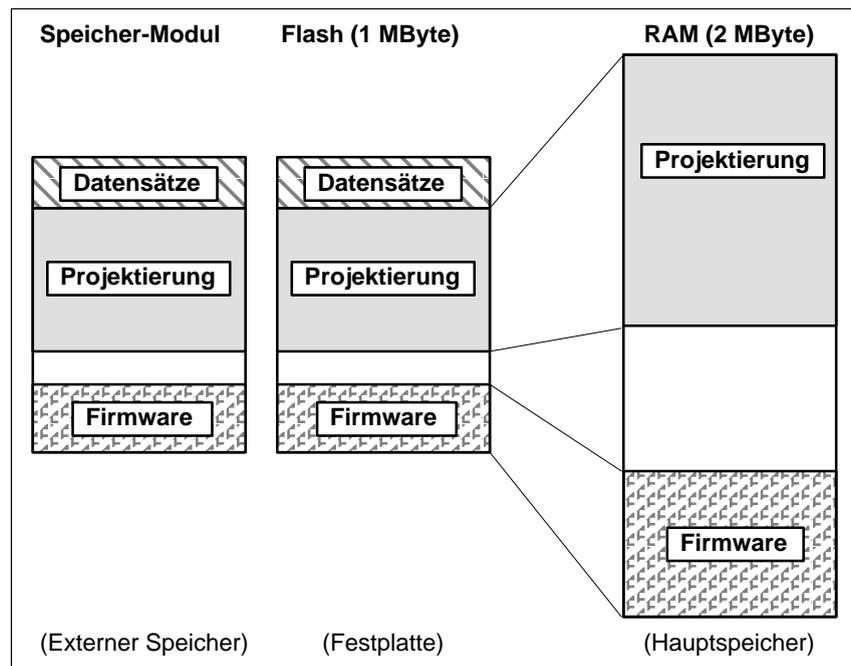

Bild 14-2 Verwaltung der Projektierungsdaten im OP
**RAM** Der RAM-Speicher entspricht dem Hauptspeicher eines PCs. Die Daten im RAM sind nach Abschalten der Spannung gelöscht. Bild 14-2 zeigt die Daten in den verschiedenen Speichermedien. Im RAM liegen die Daten in unkomprimierter Form und benötigen daher mehr Speicherplatz als im Flash. Dies gilt sowohl für die Projektierungsdaten als auch für die Firmware.